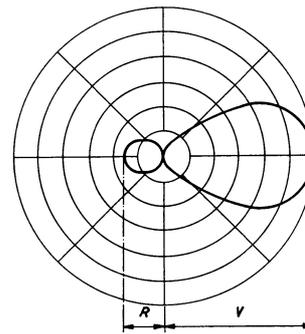

Fig.1.13. Vor/Rück-Verhältnis aus der Horizontal-Charakteristik ermittelt
d) **Vor/Rück-Verhältnis**: Es ist ein Maß dafür, wieviel mal mehr Spannung eine Richtantenne in der Hauptempfangsrichtung gegenüber der Spannung aus der entgegengesetzten Richtung ergibt. Das geht auch aus dem Feldstärkepolardiagramm hervor (Fig.1.13).